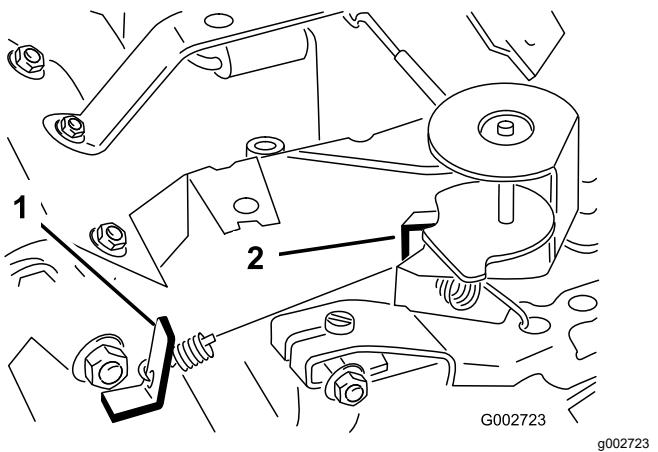

図 39
6. 高速アイドルスプリングアンカーの耳(図 39)を曲げて、エンジン速度を 3,350-3,450 rpm に調整する。
- 調速アイドルスプリングアンカーの耳(図 39)を曲げて、エンジン速度を 1,675-1,175 rpm に調整する。